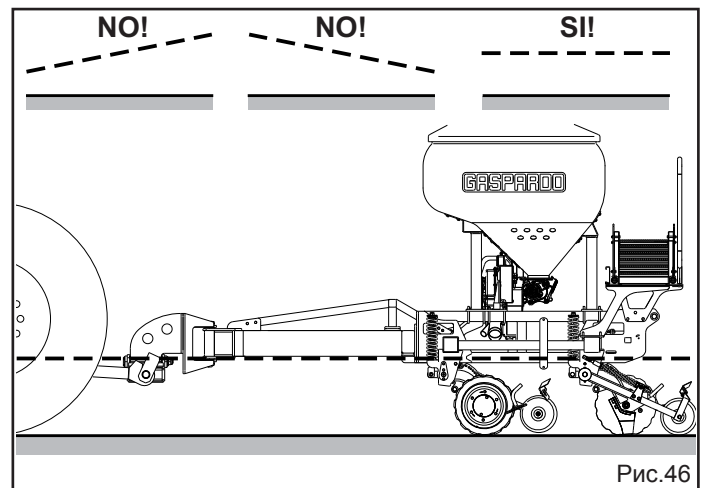

Рис.46
- 5) Убедитесь, что машина работает с горизонтально расположенной несущей рамой (Рис. 46); только в этом положении нагрузка равномерно распределяется между двумя рядами высеваящих элементов.